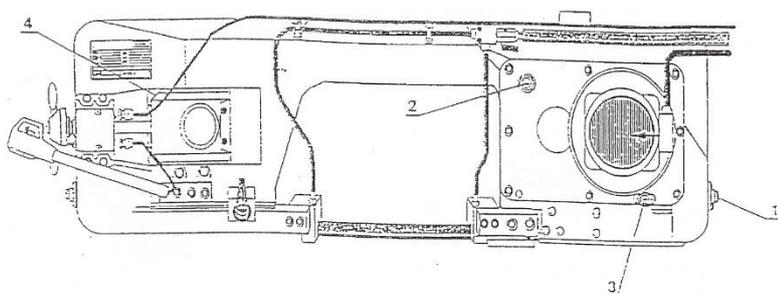

Fig 1
- Figure 1: Contrôler le niveau d'huile du réducteur à l'aide de l'indicateur de niveau (1), l'archet étant horizontal. La quantité d'huile contenue dans le réducteur est de 1,5 l. Rajouter de l'huile si nécessaire par le bouchon (2) situé sur le réducteur. Changer l'huile toutes les 2000 heures environ. La vidange s'effectue par le bouchon (3). Lubrifier le coulisseau tendeur de lame (4).